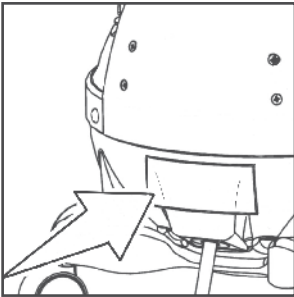

FIG. 3
3. Bevor Sie das Gerät anschließen, sollten Sie sich unbedingt vergewissern, daß die auf dem Typenschild angegebenen Daten mit den Werten Ihrer Netzversorgung übereinstimmen. Das Typenschild befindet sich an der Unterseite des Geräts (Fig. 3). Prüfen Sie, dass die Steckdose über eine Erdung verfügt und Differentialschutz (Sicherung) hat.
### VERLÄNGERUNGSROHRE (3, Fig. 3)